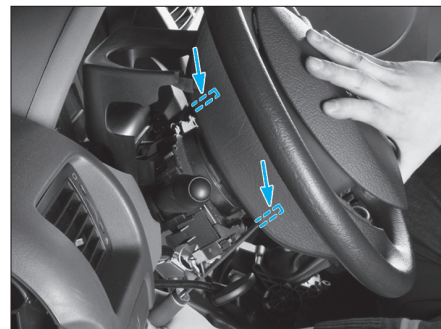

Fig. 2
- Engager un tournevis plat dans les cavités situés à l'arrière du volant (Fig.2).